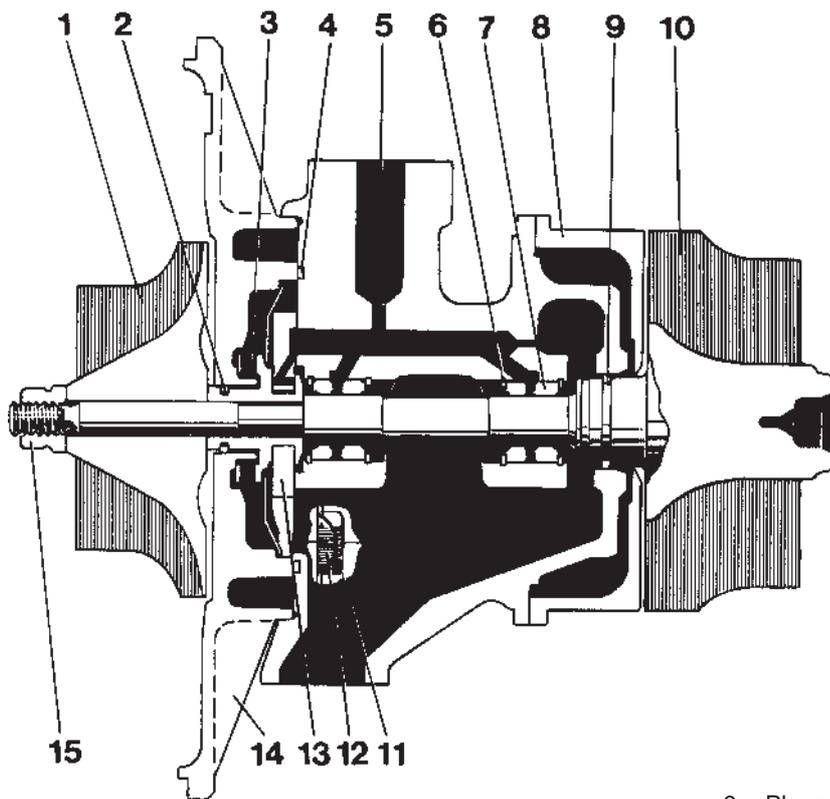

Fig. 214. Unité rotor, AiResearch
5. Extraire l'arbre de la roue de turbine hors du carter de paliers. Déposer le boîtier de protection (8, figure 214).
2. Tourner le carter de paliers de façon à ce que le côté roue de turbine (flasque sans alésage) soit tourné vers le haut. Placer le boîtier de protection (8, figure 214) sur le carter de paliers.
4. Monter le segment d'étanchéité sur la douille butée (3). Placer le palier butée (13) sur la douille butée.
6. Placer la bague en caoutchouc (4) dans la gorge du carter de paliers.
7. Vérifier que le ressort est bien positionné dans le flasque (14). Placer le flasque sur l'arbre et la douille butée. Tourner le flasque pour que l'alésage corresponde à celui du carter de paliers.